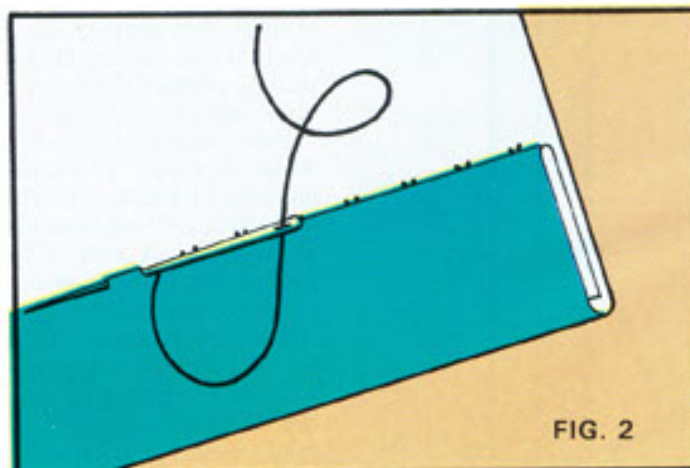

FIG. 2
1. Bainhas a fio reto — Devem ser estreitas, de preferência com cerca de 3cm de largura, em três espessuras, isto é, dobre a bainha para o avesso, duas vezes sobre si mesma e prenda-a pela dobra com pontos de bainha corridos (fig. 2).